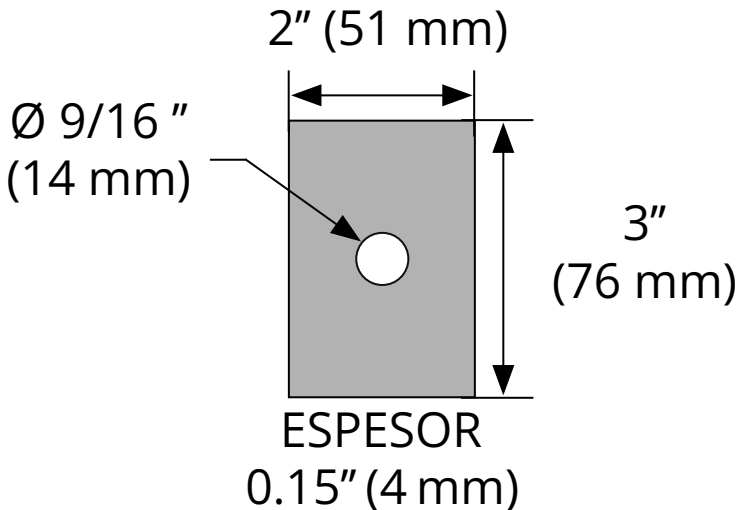

Fig. 5.7
- c.** (4 o 8) 2" x 3" (51 x 76 mm) Placa Rectangular (compruebe en el diagrama) (Fig 5.7)